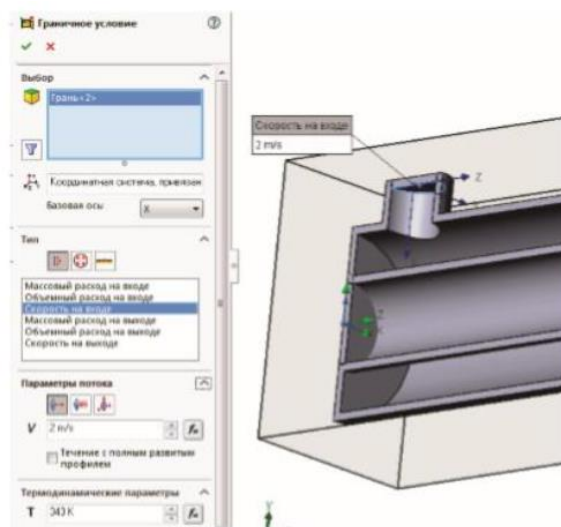

Рис.8 – Завдання входних параметрів у зовнішнього потоку
7.1. На вході зовнішнього потоку: натискаємо ПКМ на розділ «Граничні умови» і вибираємо «Додати граничну умову ...». Виділяємо внутрішню поверхню на вході зовнішнього потоку, задаємо «Швидкість» на вході  $V_1$  і «температуру»  $T_1$  (рис.8).